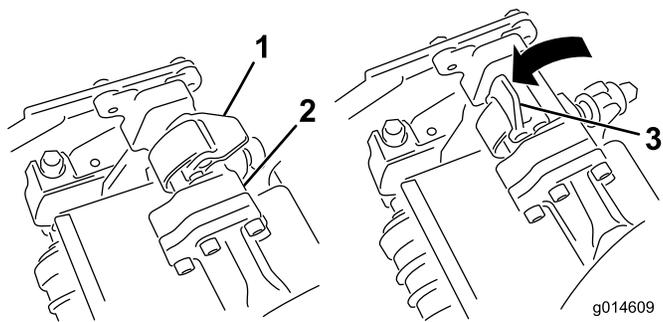

図 33
3. サスペンション・アームのバーについているラッチを上向き(開いた状態)にして(図 33)、サスペンション・アームを押し下げて、バーを、カッティングユニットのバーの上に被せるようにする(図 34)。
4. ラッチを下げるとカuttingユニットのバーがロックされてユニットがアームにセットされる (図 33)。
4. 取り外したいCuttingユニットのサスペンション・アームのバーについているラッチを開く (図 33)。